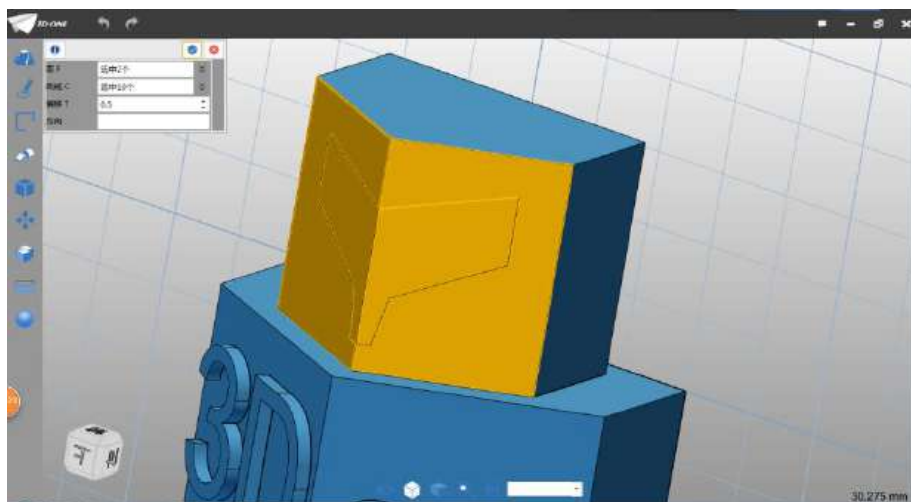

图 2-13
Step 13 点击确定，完成投影。选择镶嵌曲线命令 ，在弹出的对话框中：面选择如图所示面，曲线选择投影产生的曲线，偏移设为 0.5，如下图 2-13 所示：